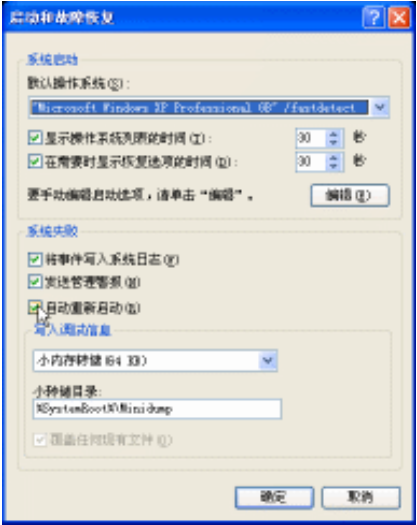

图 5.75
(1) 如果 Windows XP 的关机速度异常缓慢，或者无法正常关机，就应该安装关机补丁程序或直接安装 SP2 系统补丁包。
(2) 如果 Windows XP 关机变成了重新启动，那么问题应该是有些主板的高级电源管理不能被 Windows XP 支持。一般用 Award BIOS 主板的电脑没有这个问题，到目前为止，只遇到 AMI BIOS 的主板有这个问题，如技嘉的主板。解决的办法是升级主板 BIOS，即刷新 BIOS。
(3) 如果 Windows XP 关机问题出现在某个软件安装之后，应该就是安装的软件出现兼容性问题。此时可用安全模式开机，然后将该软件删除。
(4) 有时候 Windows XP 关机时会显示一个进度条，并提示某个程序会关闭。这是因为用户在关闭 Windows XP 的时候，还有其他程序在运行，该提示是提醒用户未保存的任务可能会丢失。建议用户在关闭 Windows XP 之前，一定要关闭所有应用程序，这样不但可以提高关机速度，而且不会出现这个对话框了。
(5) 如果 Windows XP 关机时出现 Ravmon.exe 和 Explorer.exe 关闭对话框，这应该是相应的系统文件被损坏了，用户可以使用前面介绍过的方法使用“SFC”命令或安装光盘修复这两个出问题的系统文件即可。另外，可以用鼠标右键单击“我的电脑”图标，选择“属性”命令，在“高级”选项卡中找到“启动和故障恢复”，单击旁边的“设置”按钮。然后取消选择“系统失败”中的“自动重新启动”项，如图 5.75 所示。